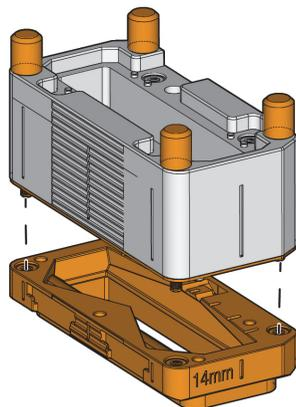

Figure 3-1 Plaque de ligne à retard
1. Dévissez les quatre vis de serrage fixant la plaque de ligne à retard au support de sonde (Figure 3-1 à la page 58).